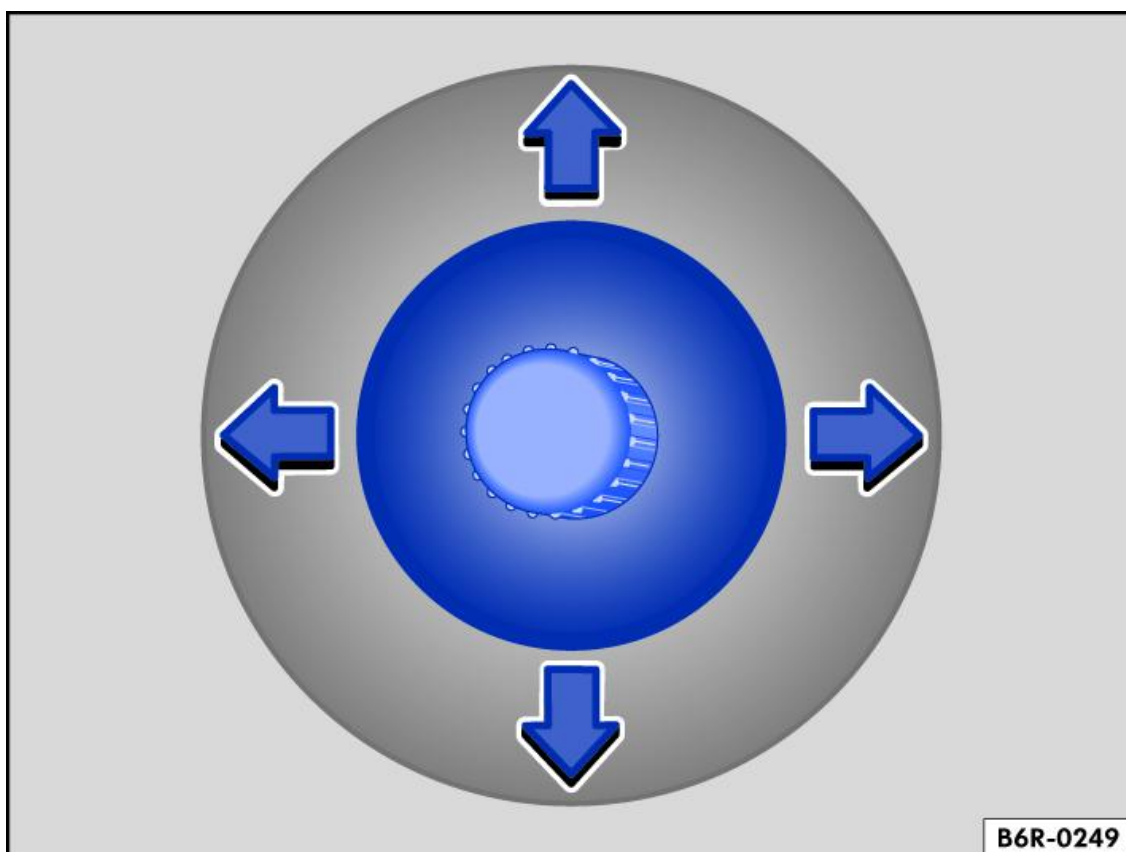
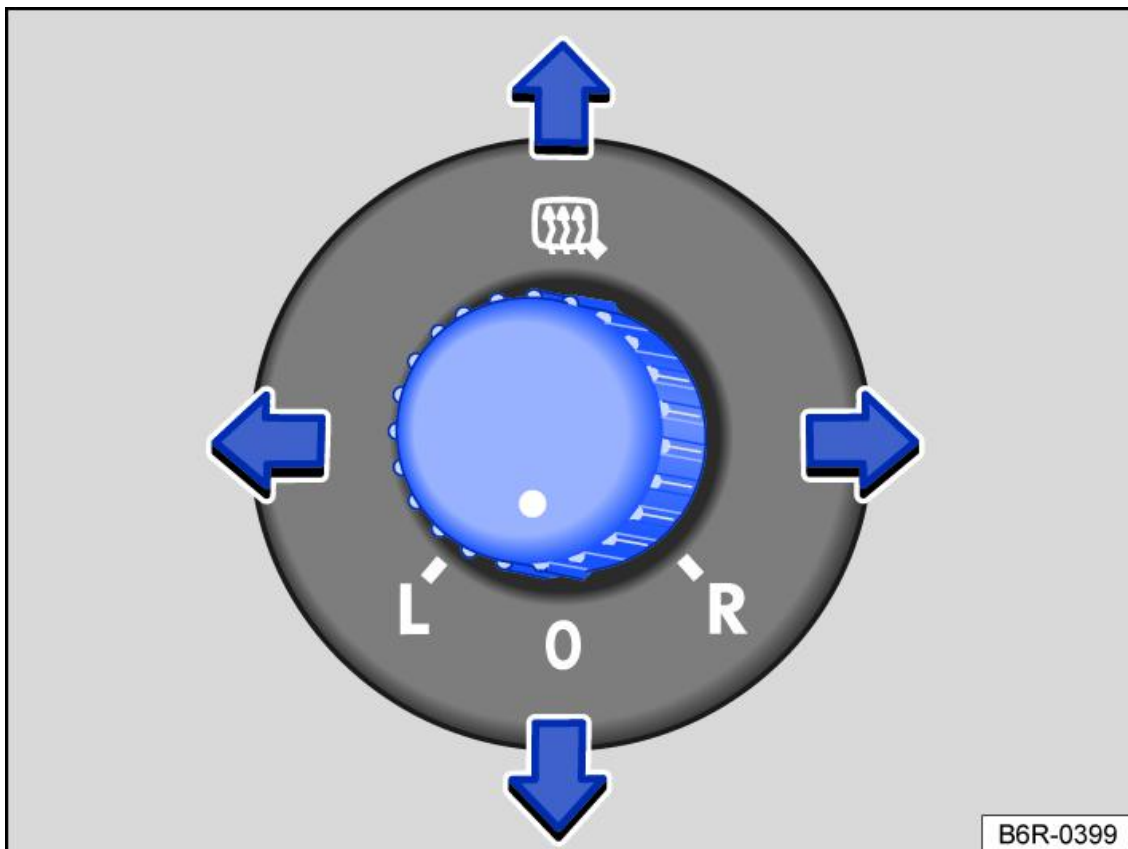

Fig. 1 Porte anteriori: manopola per la regolazione manuale della posizione dello specchietto esterno
Fig. 2 Porta del conducente: manopola per la regolazione elettrica della posizione degli specchietti esterni
La posizione degli specchietti esterni si regola premendo la manopola → *fig. 1* o → *fig. 2*.
2. Ruotando la manopola, posta sulla porta del conducente, selezionare il simbolo desiderato → *fig. 2*.